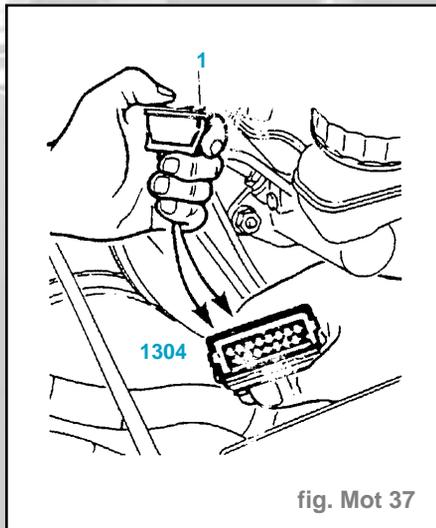

fig. Mot 37
- Débrancher le relais 1304 (fig. Mot. 37).
- interrupteur muni de deux fils volants équipés de languettes de **2,8 mm** (fig. Mot. 37).